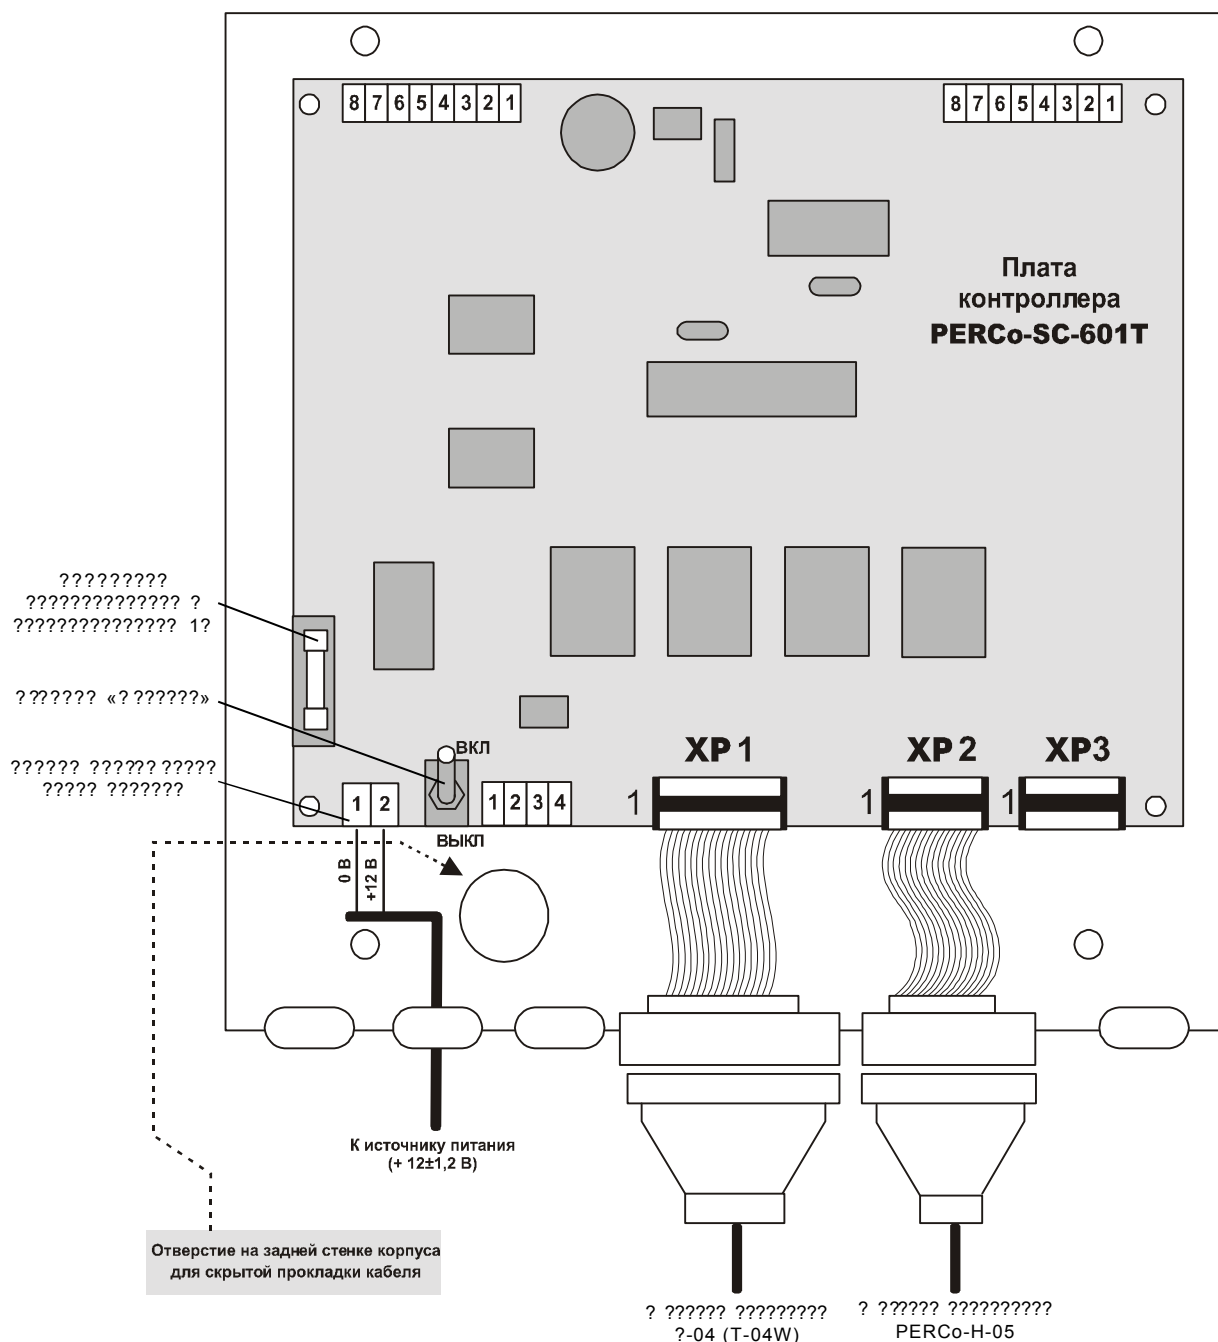

Рис. 2 Плата и схема монтажа контроллера PERCo-SC-601T
На лицевой панели корпуса пульта управления расположены три кнопки управления для задания режимов работы турникета. Над кнопками расположены индикаторы. Средняя кнопка (далее — кнопка **STOP**) предназначена для переключения турникета в режим "Запрет прохода". Левая и правая кнопки предназначены для разблокировки турникета в выбранном направлении. Изменить ориентацию пульта управления относительно установки стойки турникета (если по месту установки турникет обращен к оператору не лицевой, а тыльной стороной) можно, переставив розетку разъема на плате контроллера с разъема ХР2 на разъем ХР3 (см. рис. 2). Пульт управления снабжен зуммером для формирования звуковых сигналов.
На плате контроллера расположены (см. рис. 2):
Подключите кабели к контроллеру согласно рис. 2 и 3.
- Перед включением питания турникета установите тумблер «Питание», расположенный на плате контроллера, в положение "выключено" (вниз) (см. рис. 2). Убедитесь, что все подключения сделаны правильно и стойка турникета закрыта с помощью ключа механического замка;
- Установите тумблер «Питание», расположенный на плате контроллера, в положение "включено" (вверх). При этом индикатор на плате контроллера должен светиться, на световом табло (12) стойки турникета (1) загорится красный крест, а на пульте управления (4) загорится индикатор, расположенный над кнопкой STOP.